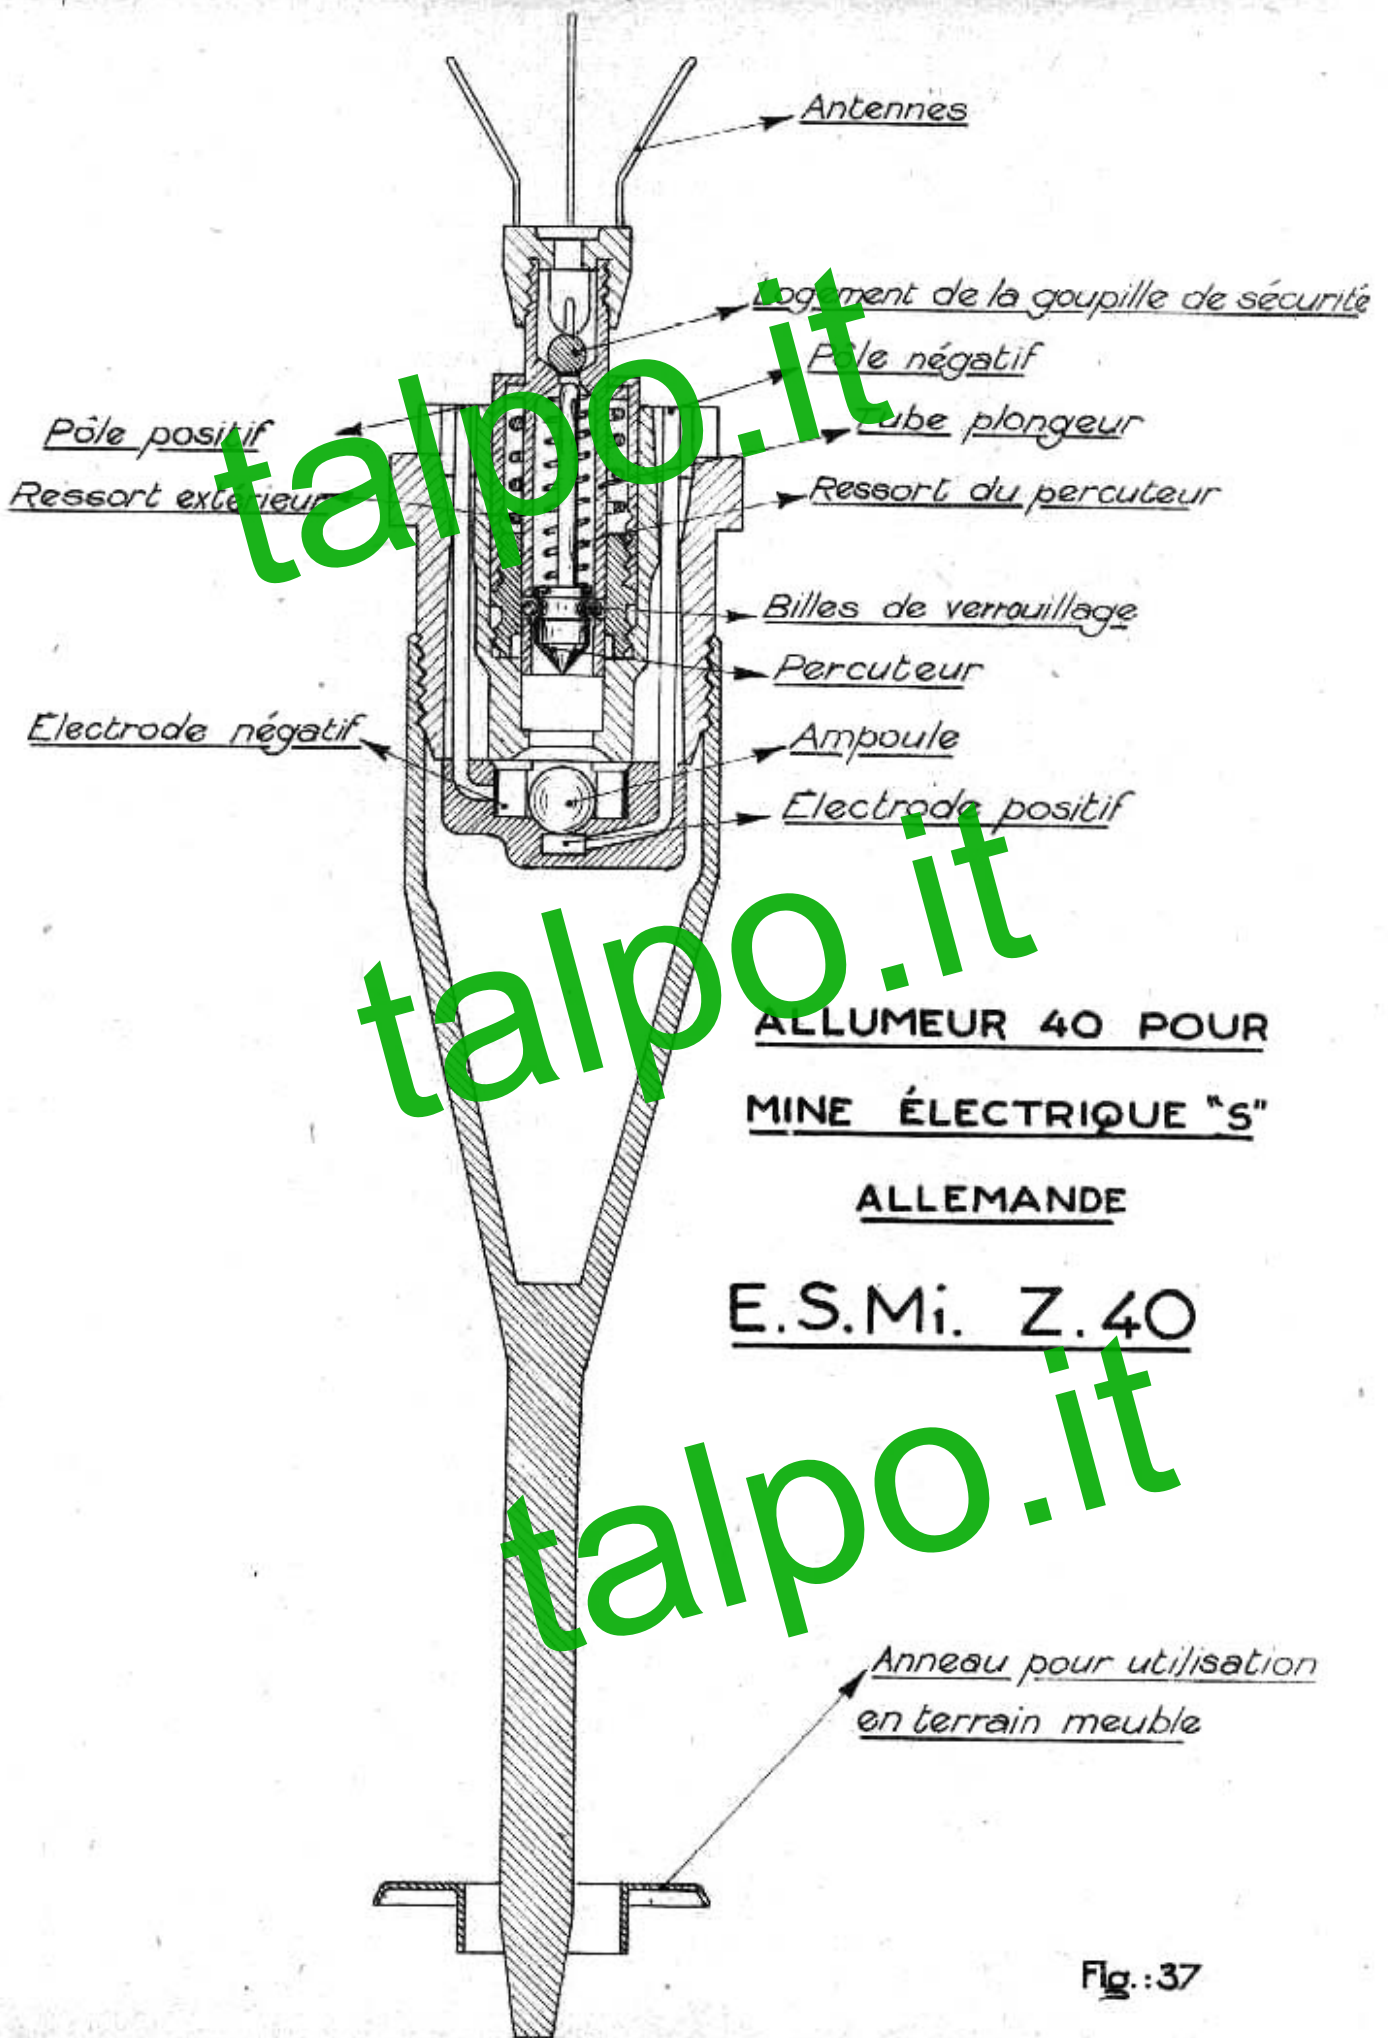

Fig.:37
E.S.MiZ40 (fig.37) - Cet allumeur a été conçu et fabriqué pour la mine S (42 et 44) stipersonnel.